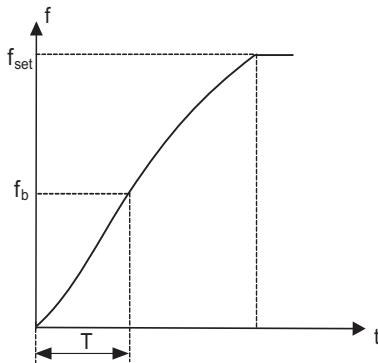

图5-23 S曲线加减速B示意图
- 2: S曲线加减速B——在此加减速曲线中，电机额定频率 f_b 总是S曲线的拐点。如图5-23所示。一般用于在额定频率以上的高速区域，需要短时加减速的场合。当设定频率在额定频率以上时，加减速时间为：
功能码F4-08和F4-09分别定义了S曲线加减速A起始段和结束段的时间比例，且两者满足：F4-08+F4-09≤100.0%。图5-23中t1即为参数F4-08定义的参数，在此段时间内输出频率变化的斜率逐渐增大。t2即为参数F4-09定义的时间，在此段时间内输出频率变化的斜率逐渐变化到0。在t1和t2之间的时间内，输出频率变化的斜率是固定的。